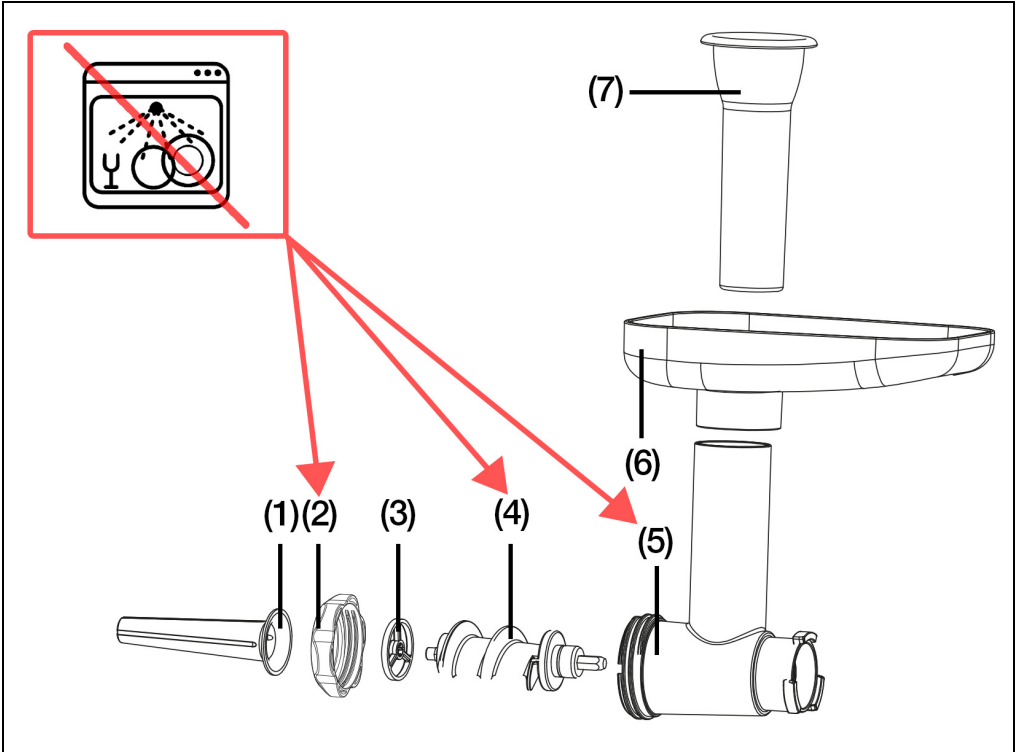

Abb. 5
4. Den Hauptteil des Geräts (1) und (8) nie in Wasser eintauchen.
5. **Die Aluminiumteile des Mahlwerks (2), (4) und (5) in Abb. 5 können nicht in der Spülmaschine gereinigt werden. Es besteht die Gefahr, dass die Schutzschicht bricht.** Die Schüssel kann auch mit warmem Wasser und Spülmittel gereinigt werden, jedoch keine Scheuermittel verwenden, die für eine tiefe, intensive Oberflächenreinigung ausgelegt sind.